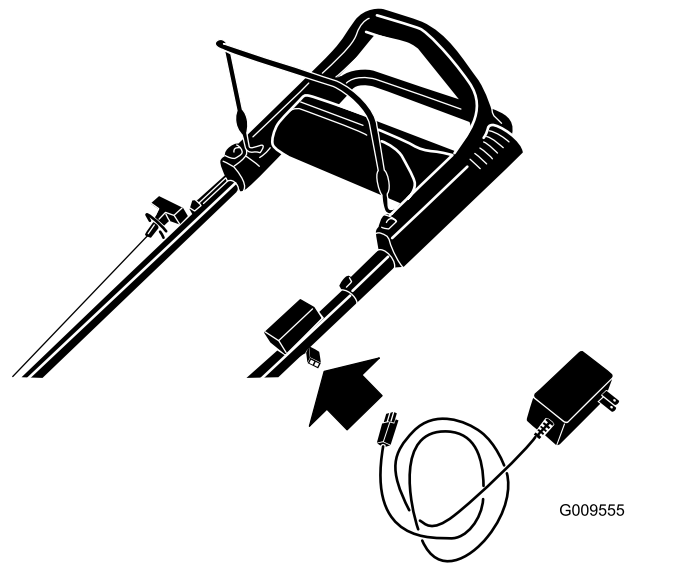

Figura 39
1. Conecte el cargador al arnés de cables de la máquina, situado debajo de la llave de contacto (Figura 39).